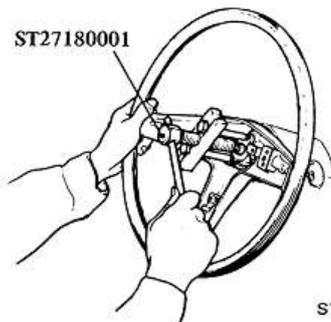

Fig. ST-4 Dépose du volant de direction
5. A l'aide de l'extracteur spécial ST27180001, déposer le volant. Placer les vis d'ancrage de l'extracteur dans les trous taraudés prévus sur le volant, tourner la tige centrale de l'outil dans le sens d'horloge et séparer le volant. Voir figure ST-4.